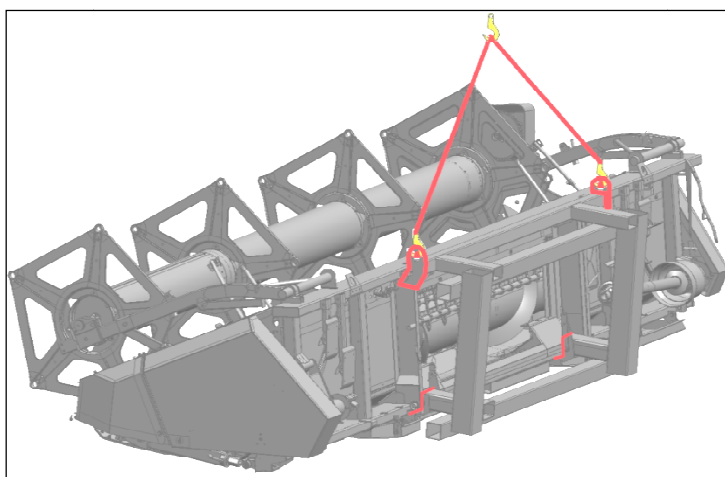

Рисунок 8.10
1) установить зацепы двухветвевых строп в верхние уши рамки (см. рисунок 8.10);
- 1) установить зацепы двухветвевых строп в верхние уши рамки (см. рисунок 8.10);